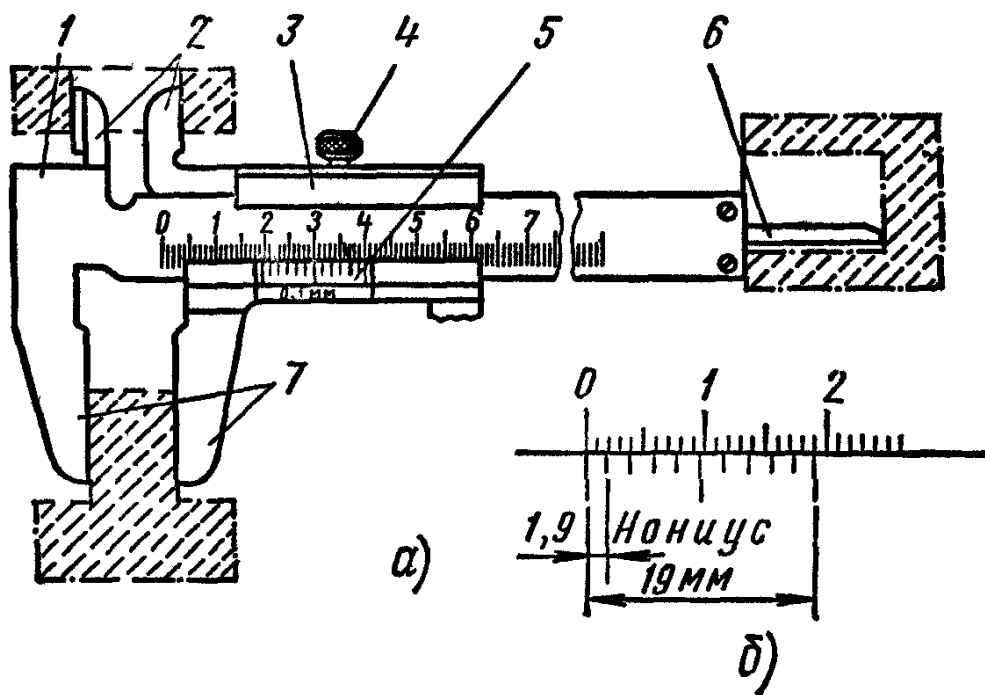

Рисунок 3 - Штангенциркуль:
- а) изучить все части и их назначение (рисунок 3, а);
- б) освоить устройство нониуса штангенциркуля (рисунок 3,б).